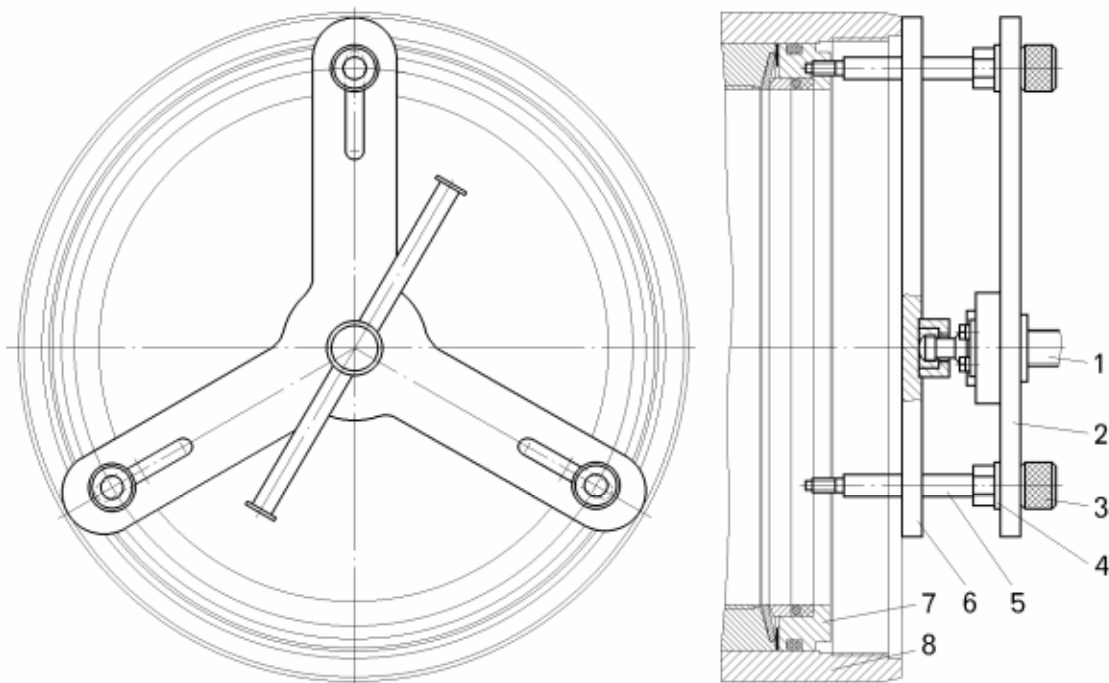

Рисунок 8.1.9 – Съемник кольца манжеты цилиндра подвески:
- вывернуть прижимную гайку 5 из трубы основного цилиндра 33 и с помощью съемника (рисунок 8.1.9) извлечь кольцо манжеты 38 из трубы основного цилиндра;